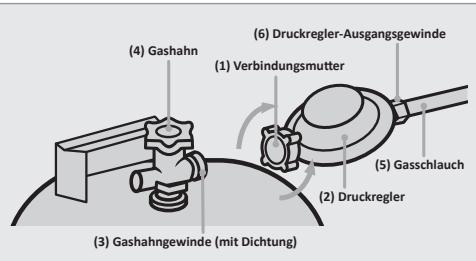

Abb.1: Montage des Druckreglers
2. Verbinden Sie den Druckregler mit der Gasflasche, indem Sie die Verbindungs mutter (1) des Druckreglers (2) durch Linksdrehung (von Hand) auf das Gashahngewinde (3) schrauben (siehe Abb. 1).